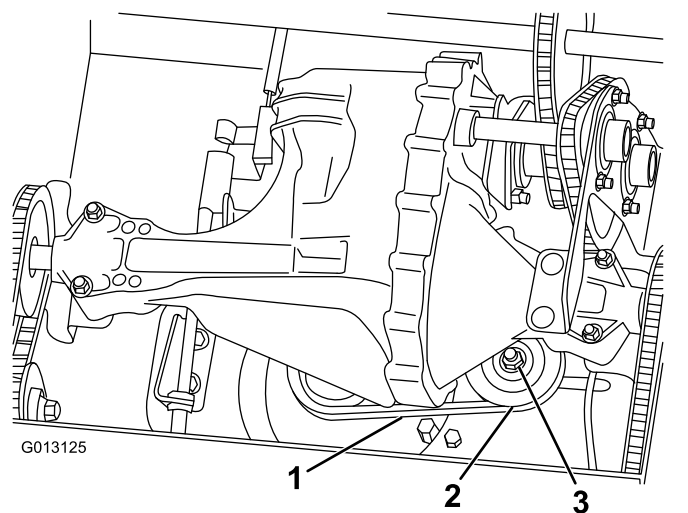

Figura 46
3. Empuje la correa de transmisión en el punto intermedio entre las poleas con una fuerza de 9 kg (20 libras) (Figura 46).
1. Afloje la tuerca que sujeta la polea tensora (Figura 46).